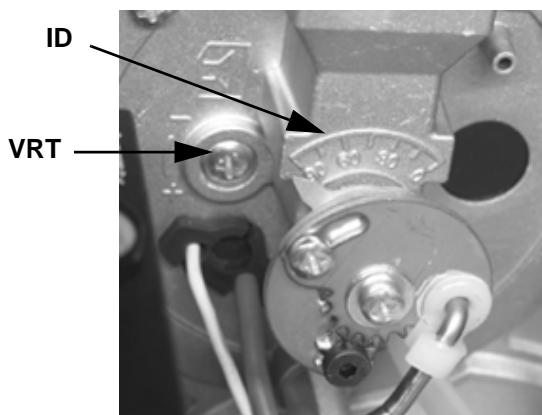
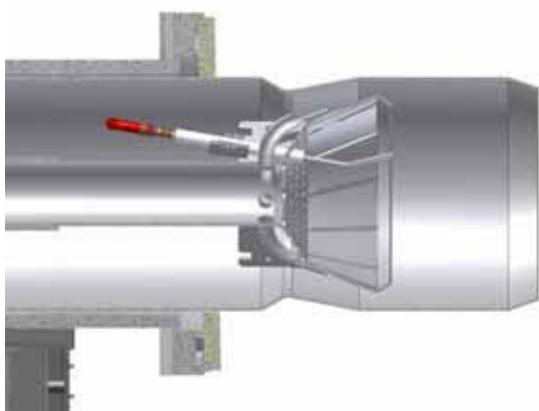
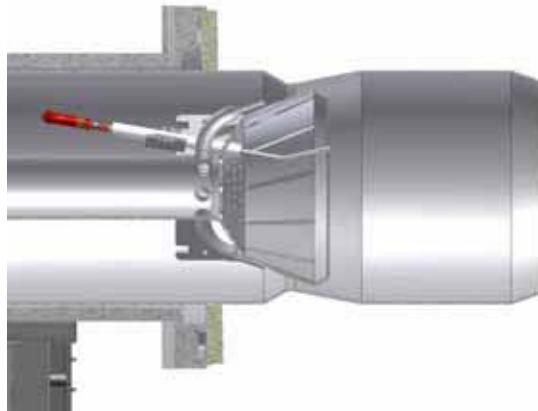

Рис. 5
Рис. 6: Головка сгорания, выдвинутая полностью вперед
Рис. 7: Головка сгорания, выдвинутая полностью назад
- 2 На заводе-изготовителе головка сгорания горелки настраивается на положение максимальной мощности “MAX”. Настройка на максимальную мощность соответствует положению головки “выдвинута полностью вперед” - для стандартного типа горелок (Рис. 6) и положению “полностью назад” - для горелок с низкими выбросами NOx (Рис. 7). Установка головки в положении “полностью вперед” - подразумевает под собой ее выдвижение внутрь камеры сгорания котла, в то время положение “полностью назад” означает - в сторону оператора. Для снятия головки сгорания - прочитать пар. “Снятие и чистка головки сгорания “ на стр 40. Что касается работы на сниженной мощности, необходимо последовательно сдвинуть головку сгорания по направлению положения “МИН”, вращая винт **VRT** (Рис. 5) по часовой стрелке. Индикатор **D** указывает на перемещение головки сгорания.